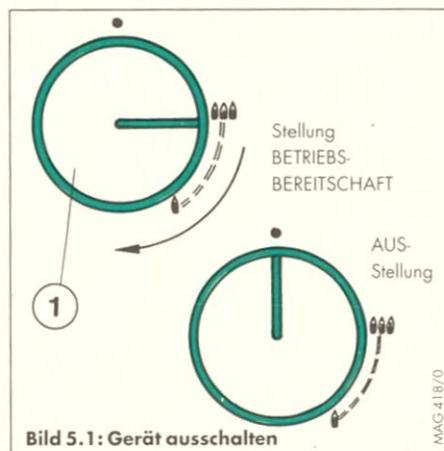

Bild 5.1: Gerät ausschalten
5.1 Gerät ausschalten (Bild 5.1)